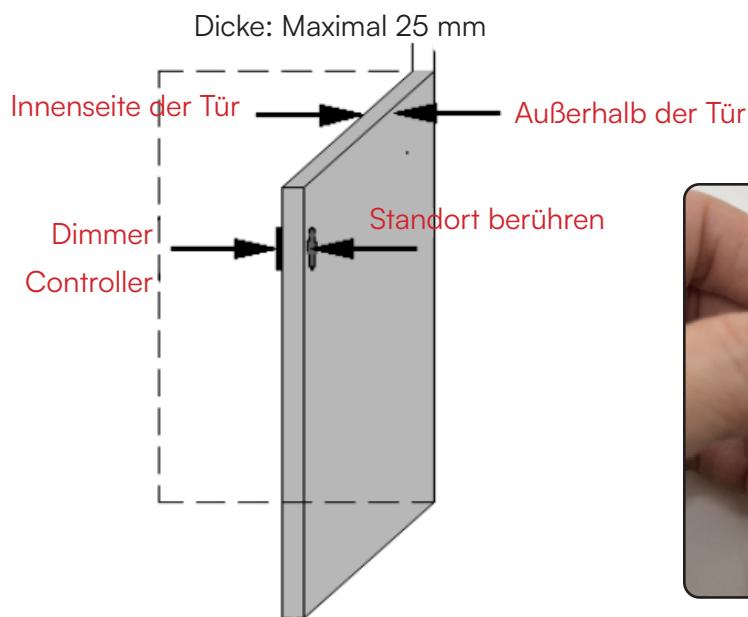

FIG 1
1. Reinigen Sie die Innenseite der Tür gründlich und bauen Sie das Steuergerät hier ein (ABB. 1).
3. Kleben Sie den Dimmschalter auf die Montagefläche (BILD 1)